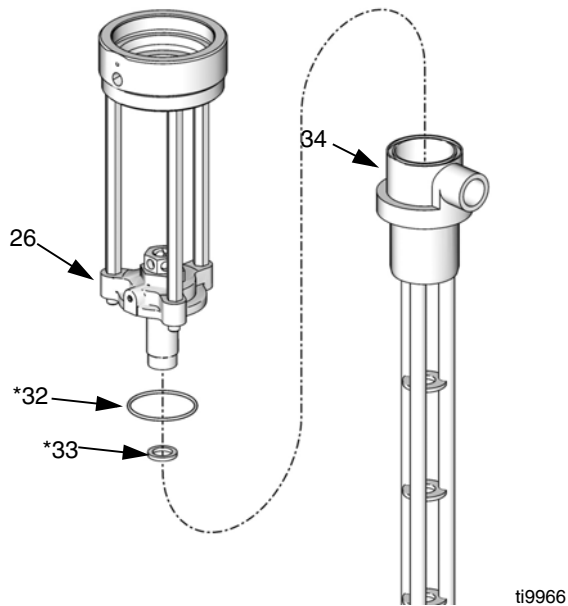

Рис.24
- 11 Снять крепежный фланец (26) с корпуса насоса (34). Снять уплотнительное кольцо (32\*) и тефлоновую шайбу (33\*) с корпуса насоса (34). Осмотрите все детали на наличие повреждений. См. Рис.24.